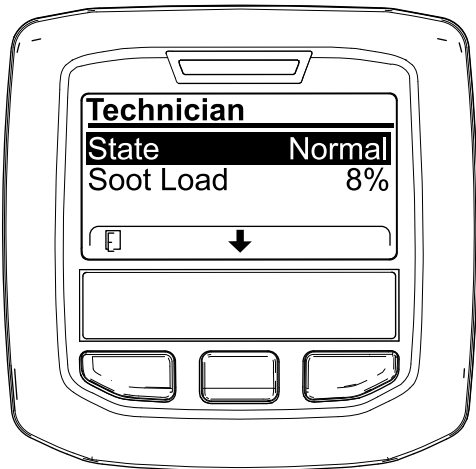

Bild 46
- Lesen Sie in der Tabelle für den Dieselpartikelfilter-Betrieb den aktuellen Zustand des Dieselpartikelfilter-Betriebs nach (Bild 46).